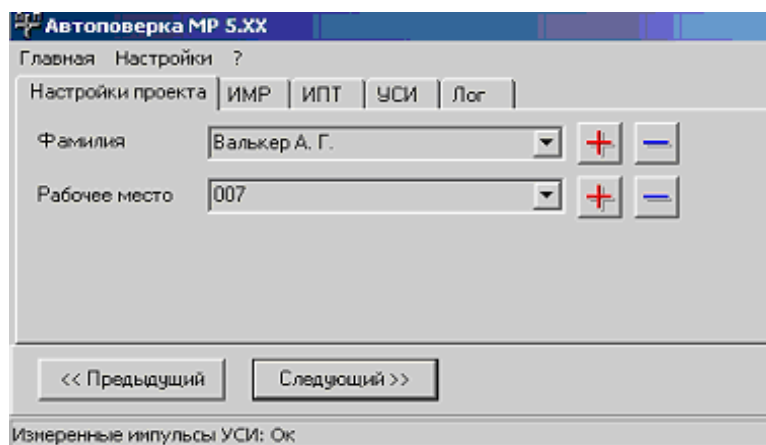

Рис. 16. Вид вкладки «Настройка проекта».
2.5.3.1. Нажать кнопку **Следующий**. Ввести данные в открывшейся вкладке **Настройка проекта**. Поля **Фамилия** и **Рабочее место** можно не заполнять (рис.16).